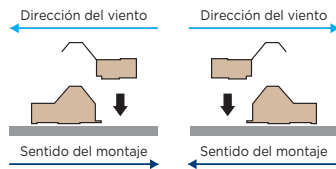

Figura 19
- Utilice tornillos estructurales A+ (A Plus) de 3/4", colocados sobre la cresta del perfil, a un espaciamiento de 50 cm por cada metro lineal para evitar filtraciones (ver Figura 19 y Figura 20). Puede colocar cinta Tacky tape sobre la última cresta del panel a traslapar, para asegurar un mayor sello impermeable.